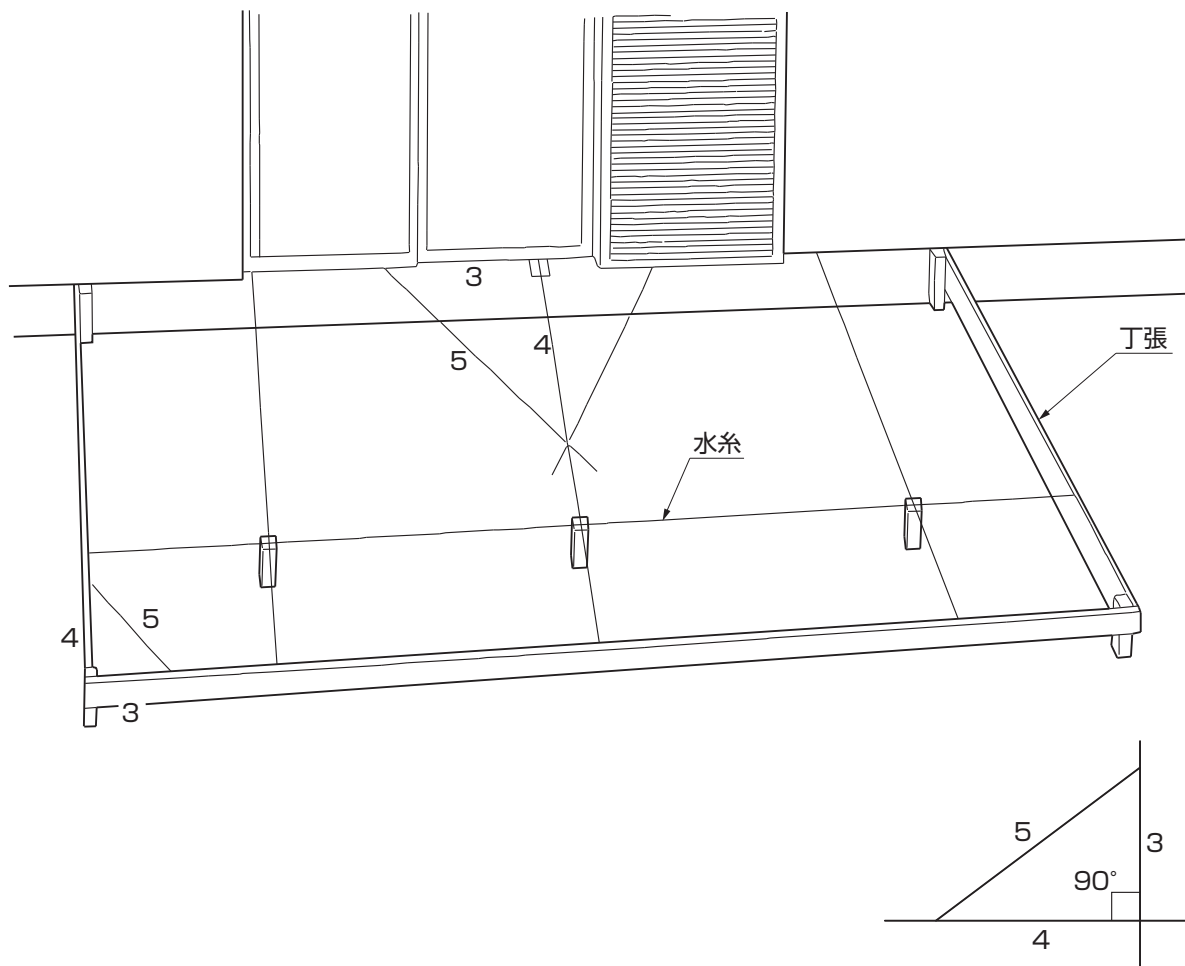

図1-1 直角出し寸法
- ②前面・両側面に丁張を組んでください。
③躯体に柱寸法の印をつけ、図1-1の方法で直角をだし、束柱の位置を出してください。
④束柱の位置から、両側の柱位置を決めてください。
- 各コーナーの直角を定規、図1-1の方法等で割り出してください。